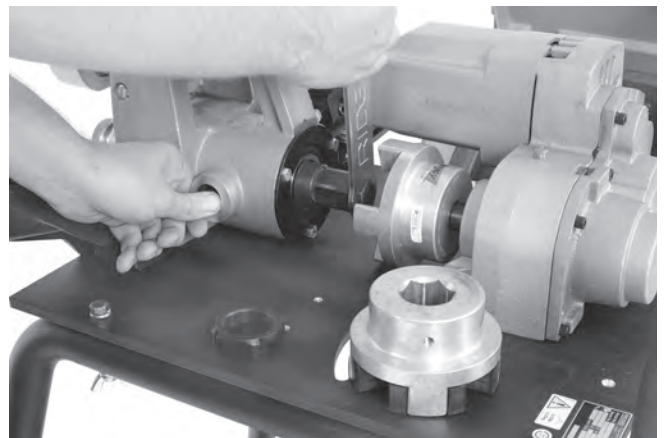

Figura 26 – Extracción del perno de tracción
6. Use la llave hexagonal de $\frac{15}{16}$ " del conjunto de llaves para aflojar el perno de tracción (Figura 26).